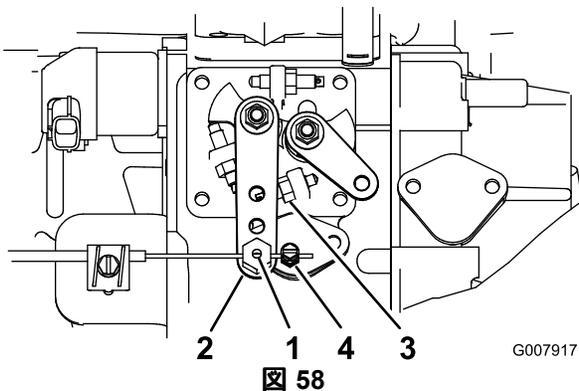

図 58
2. 燃料噴射ポンプのレバーの隣にあるスロットルケーブルのコネクタをゆるめる 図 58。
3. インジェクションポンプレバーをハイアイドルストップに当てる 図 58。